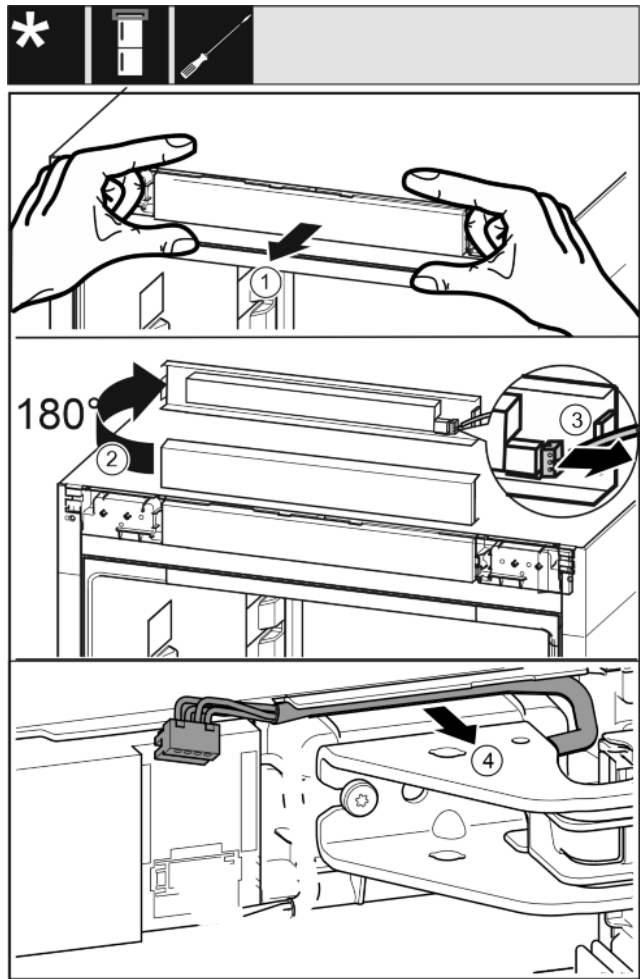

Fig. 15
- ▶ Внимателно освободете напред капачката с елементите за управление на уреда. *Fig. 15 (1)*
- ▶ Завъртете капачката с елементите за управление нагоре на 180°. *Fig. 15 (2)*
- ▶ Натиснете фиксиращия палец назад и внимателно издърпайте щекера. *Fig. 15 (3)*
- ▶ Внимателно освободете кабела над лагерната стойка от водача. *Fig. 15 (4)*